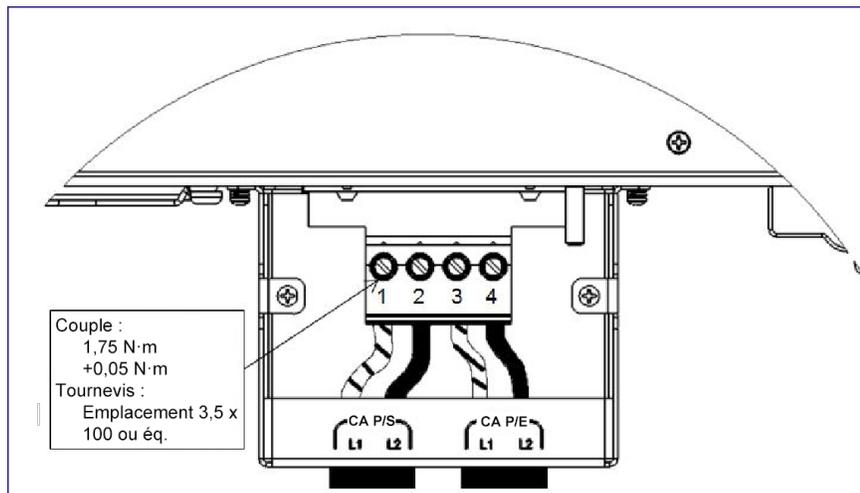

Figure 4.5-1 : Inspection et montage du câblage
**Connectez d'abord la terre de sécurité d'entrée, puis fixez-la avec l'écrou M6 et enfin la terre de sécurité de sortie avec le deuxième écrou M6. Pour plus de détails sur le câblage, veuillez consulter la Figure 4.5-1 ci-dessous.